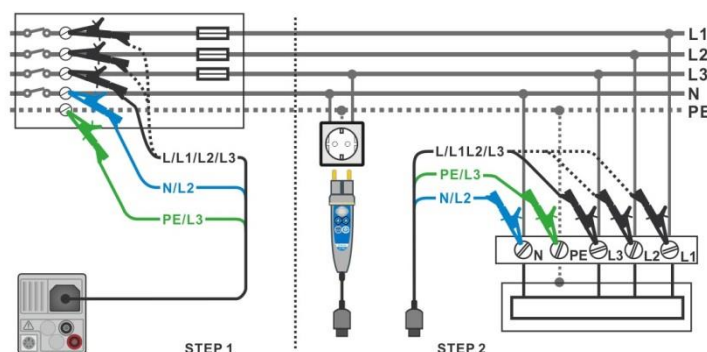

Abbildung 8.4: AUTO TT Messung
- › Schließen Sie die Prüfleitungen oder den Commander Prüfstecker am Prüfling an, siehe **Abbildung 8.4**.